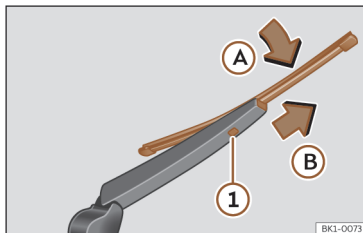

Abb. 174 Scheibenwischerblatt der Heckscheibe auswechseln.
- Das Wischerblatt leicht drehen >>> (Abb. 174) (Pfeil A).
- Die Entriegelungstaste ① gedrückt halten und gleichzeitig das Scheibenwischerblatt in Pfeilrichtung B abziehen.
- Neues Heckscheibenwischerblatt **gleicher Länge und Ausführung** entgegen der Pfeilrichtung B auf den Scheibenwischerarm schieben, bis der Mechanismus ① einrastet.